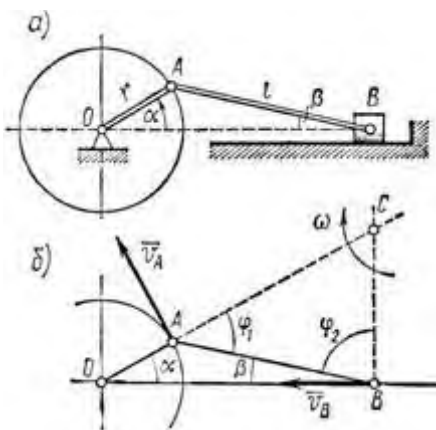

Рисунок 25
4. Кривошип  $OA = r = 40$  см кривошипно-шатунного механизма (рис. 25, а) вращается с угловой скоростью  $\omega = 25$  рад/с. Длина шатуна, приводящего ползун B в возвратно-поступательное движение вдоль горизонтальных направляющих, равна  $AB = l = 100$  см. Определить скорость ползуна B в тот момент, когда кривошип OA образует с горизонталью угол  $\alpha = 30^\circ$ .